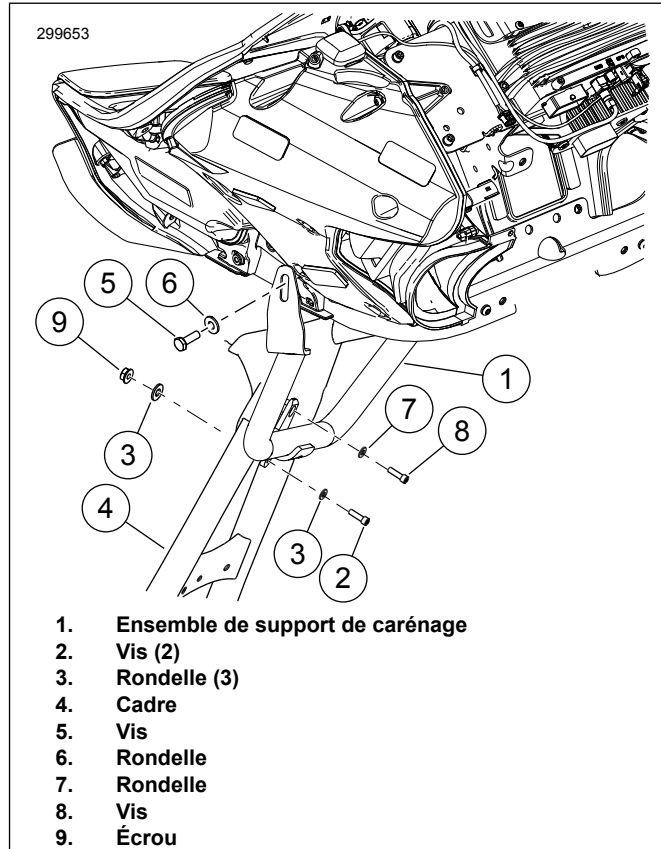

Figure 3. Poser le support du carénage
- Voir Figure 3 . Tout en maintenant en place l'ensemble de support de carénage, attacher sans serrer le support de fixation du carénage central à l'aide des vis à tête creuse (2, 8), des rondelles plates (3, 7) et de l'écrou (9) prélevés dans le kit.
- Poser les supports latéraux sur la moto à l'aide des deux vis (5) et rondelles (6) retirées précédemment.